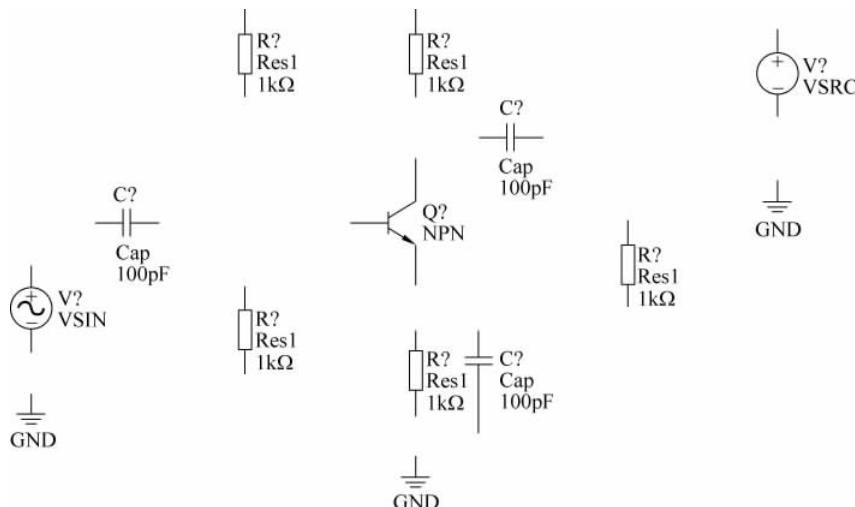

图 3-79 放置元器件和信号源
(1) 从 Miscellaneous Devices. IntLib 库中分别找到名字为 Res1 的电阻元件、名字为 Cap 的电容元件、名字为 NPN 的晶体管(必须选择 Model Type 为 Simulation 的元件),并将其按照如图 3-79 所示的位置进行放置。
(2) 从 Simulation Sources. IntLib 库中找到名字为 VSRC 和 VSIN 的元件,并按照如图 3-79 所示的位置进行放置。
(3) 单击 AD 主界面下工具栏内的 按钮,将 GND 按照如图 3-79 所示的位置进行放置。